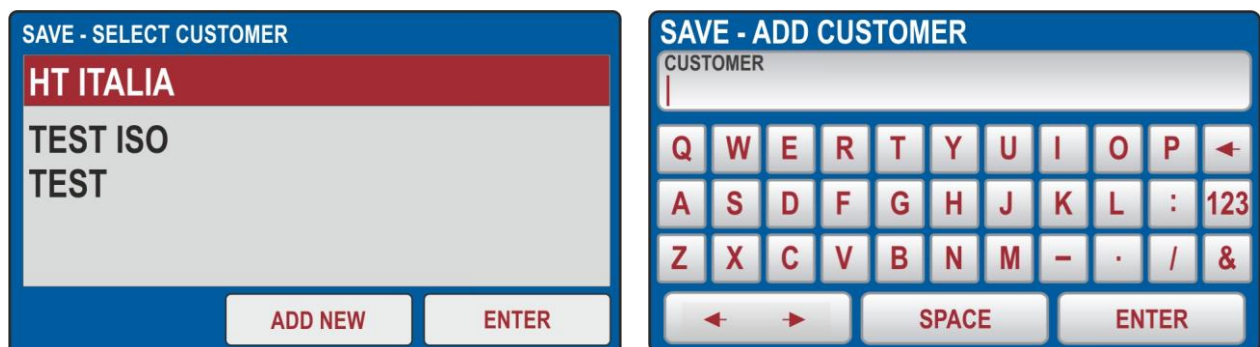

Fig. 84: Salvataggio Autotest – Modifica nome LIVELLO1
3. E' possibile in questa fase modificare solo il valore associato al LIVELLO1 (i valori associati a LIVELLO2, LIVELLO3 e COMMENTO non sono modificabili). Toccare il campo del LIVELLO1. La videata di Fig. 84 – parte sinistra è mostrata a display